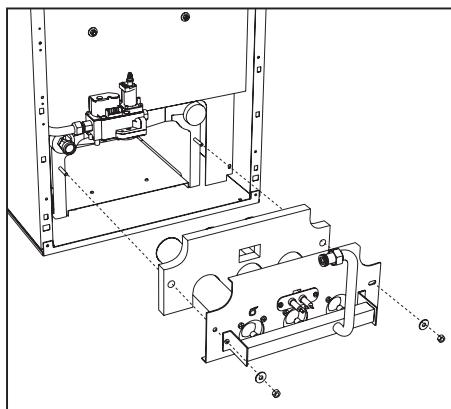

fig. 23 - Demontarea arzătoarelor
- Deșurubați cele două piulițe care fixează ușa camerei de ardere de elementele din fântă ale centralei (fig. 23)